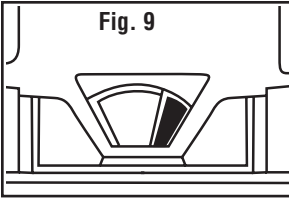

Fig. 9
1. DO NOT OVERFILL TANK. Empty when waste level indicator turns from **green** to **red** (Fig. 9). (Toilet without an indicator: open valve to check visually.)
1. NO LO LLENE DEMASIADO. Vacíelo cuando el indicador de nivel cambie de color **verde a rojo** (Fig. 9). (Inodoro sin indicador: abra la válvula para examinarla.)